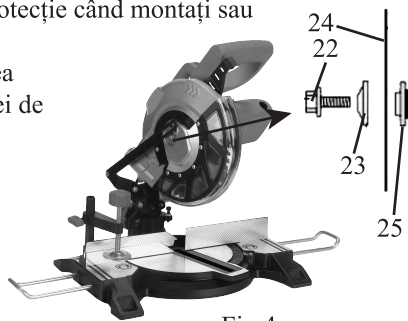

Fig.4
9.4 Instalarea și scoaterea discului (Fig.4)
- Deblocați apărătoarea pânzei de ferăstrău (3) prin apăsarea manetei de eliberare (2), totodată ridicați apărătoarea pânzei de ferăstrău astfel încât pânza de ferăstrău (24) să fie liberă.
- Acționați pedica arborelui (17).
- Desfaceți șurubul de fixare a pânzei de ferăstrău (22) (atenție: filet pe stânga).
- Detașați șurubul (22) și flanșa exterioară (23).
- Extrageți cu precauție pânza de ferăstrău (24) (pericol de vătămare la dinții pânzei de ferăstrău).
- Așezați noua pânză de ferăstrău pe flanșa interioară (25). Acordați atenție totodată sensului de rotație al ferăstrăului. Asigurați-vă că direcția săgeții de pe pânză (24) se potrivește cu cea de pe carcasă.
- Așezați flanșa exterioară a pânzei de ferăstrău (23) și strângeți energic șurubul.